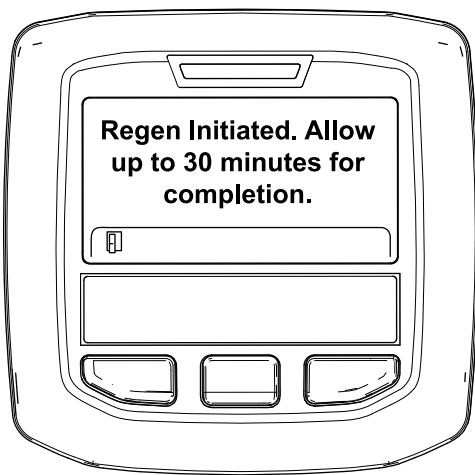

Figura 39
- Se a regeneração for permitida, surge a mensagem "Regen Initiated. Allow up to 30 minutes for completion" (Regen. iniciada. Aguarde 30 minutos até ser concluída) no InfoCenter; aguarde até que a máquina conclua o processo de regeneração em estacionamento (Figura 39).